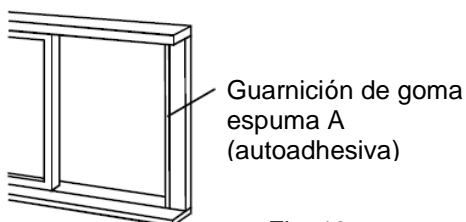

Fig. 12
1. Recorte la guarnición de goma espuma (autoadhesiva) para adaptarla a la longitud adecuada y colóquela en el marco de la ventana, Fig. 12.